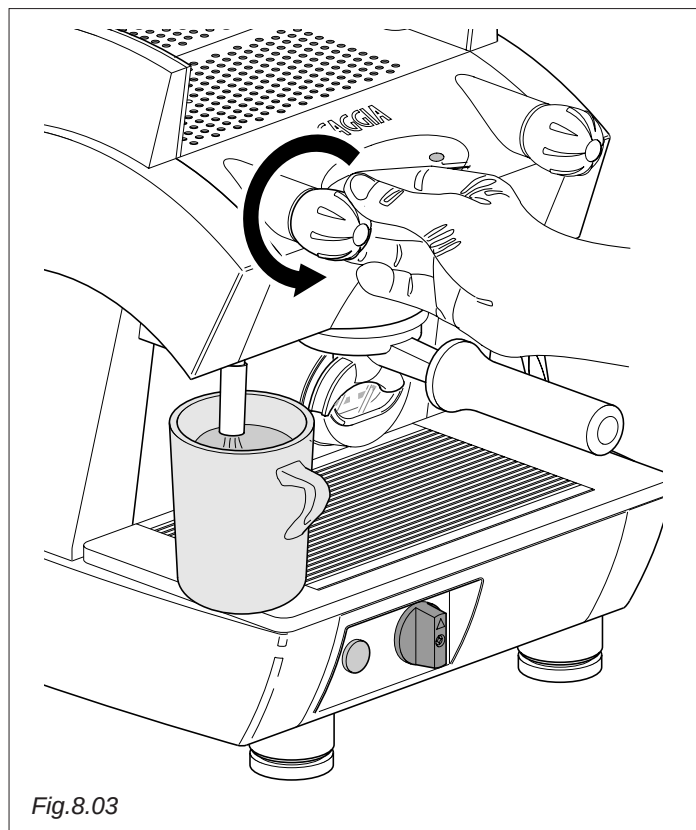

Fig.8.03
- Ruotare lentamente la manopola rubinetto (Fig.8.03) in senso antiorario per consentire l'erogazione dell'acqua calda.
- Una volta ottenuta la quantità desiderata riportare la manopola rubinetto (Fig.8.03) nella posizione iniziale ruotandola in senso orario.